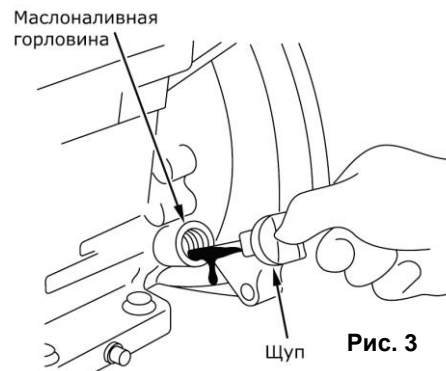

Рис. 3
- ⚠ Внимание! При проверке уровня масла или его замены, генератор должен стоять ровно на горизонтальной поверхности. Двигатель должен быть остановлен. Поддерживайте уровень масла у максимальной отметки (H) на масляном щупе.**
- Если уровень масла меньше нижней линии на щупе, долейте масло до верхней линии. При загрязнении, масло необходимо заменить (См. Рис.3).